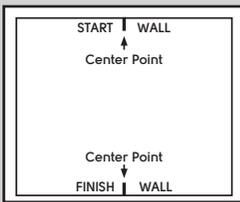

Fig. 1
1. Diseño del patrón: Haga mediciones y calcule el centro de la sala en la pared de inicio y la pared de finalización (Fig. 1).